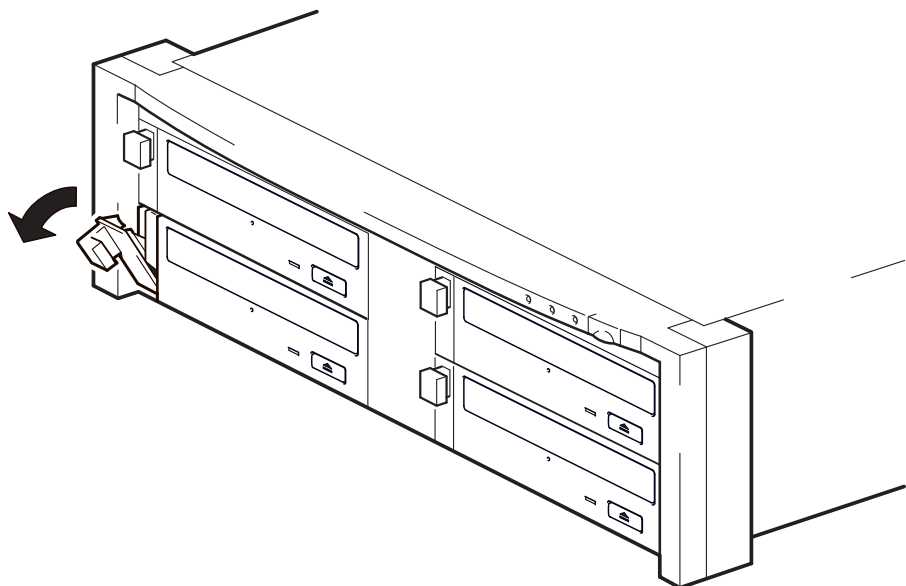

图 5a: 拉出抽出器拉杆
- 1 将要更换的驱动器的抽出器拉杆拉至伸出位置。（见图 5a。）